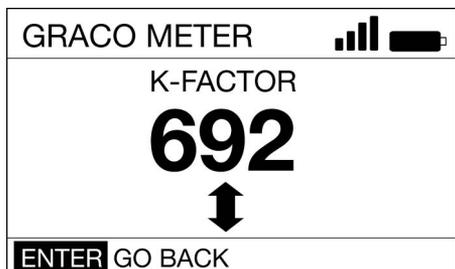

Fig. 23
8. Noter le FACTEUR K actuel affiché. L'exemple affiché sur la FIG. 23 est 692.